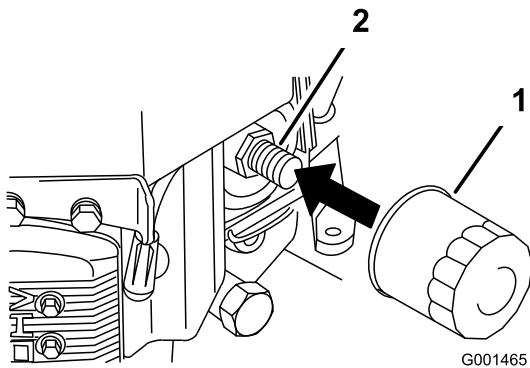

Figura 34
2. Togliete il filtro usato (Figura 34).
3. Spalmate un velo di olio nuovo sulla guarnizione di gomma del filtro di ricambio (Figura 34).
4. Montate il nuovo filtro dell'olio nell'adattatore, giratelo in senso orario finché la guarnizione di gomma non sfiora l'adattatore, quindi serrate il filtro di altri 3/4 di giro (Figura 34).